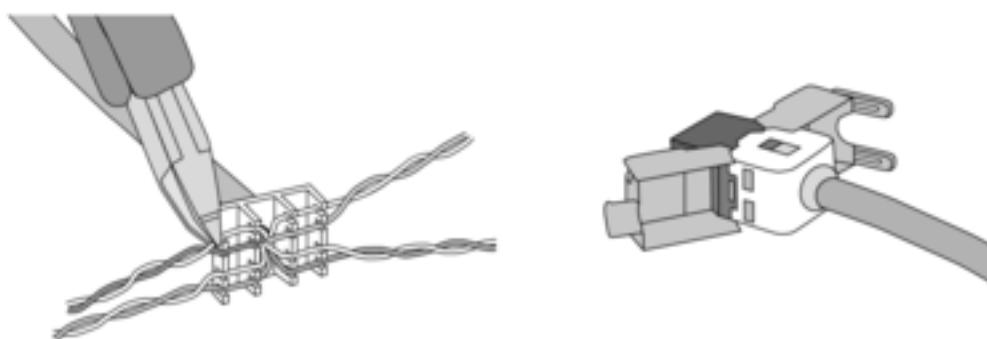

Figura 7: Conexión de la clavija adaptadora al cable de Ethernet
- Conectar el cable de Ethernet a la clavija adaptadora. Para ello, pelar la cubierta del cable dejando a la luz los conductores sin quitarles su aislamiento y colocar estos en la tapa de la clavija adaptadora. Recortar los conductores que sobresalgan y desplazar correctamente la tapa sobre la clavija (figura 7).
- Conectar el cable adaptador de Ethernet en la borna (32) y conectarlo en la clavija adaptadora.